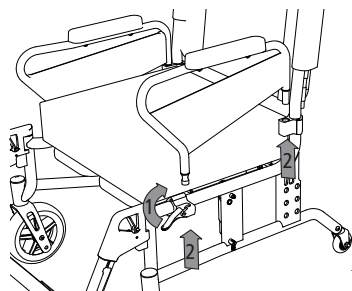

fig. 24
1. Løsn i denne forbindelse låsearmen på den forreste klemmeanordning (1, fig. 24), inden du trykker den opad.
2. Sidedelen er nu låst op og kan tages af ved at hive op i den (2, fig. 24).